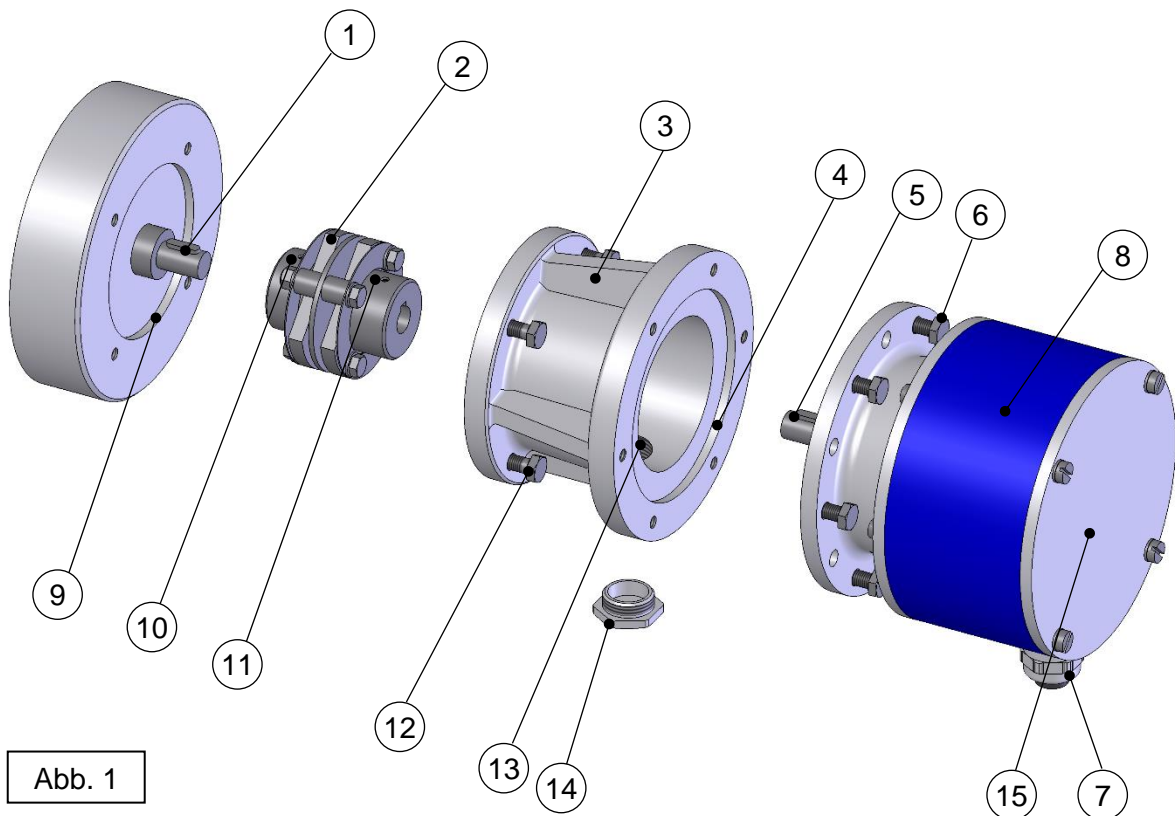

Abb. 1
1. Klemmkastendeckel (15, Abb.1) öffnen.
2. Verschlussbolzen der Kabelverschraubungen (7, Abb.1) entfernen.